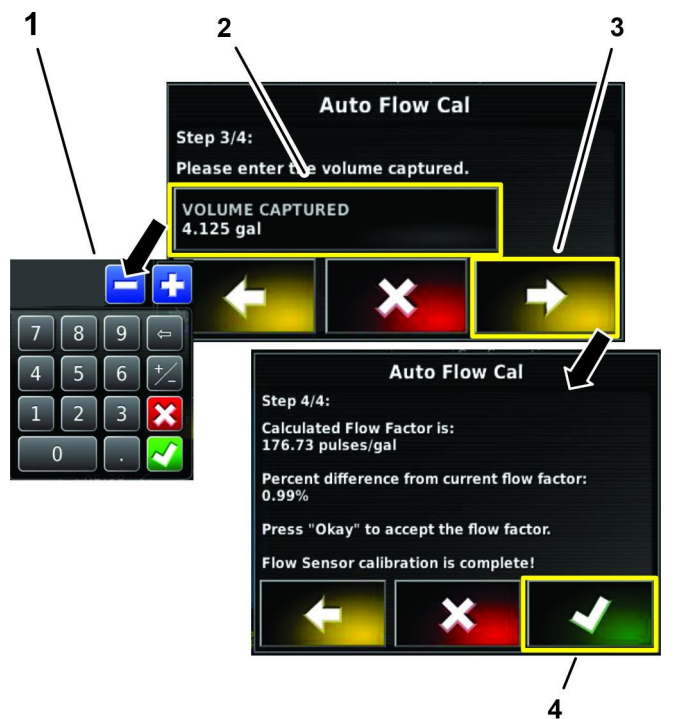

Bild 173
1. Tippen Sie in Schritt 3 von 4 im Assistenten für die automatische Durchflusskalibrierung das Symbol für das AUFFANGMENGE, geben Sie das Flüssigkeitsvolumen ein, das Sie im Schritt 4 von Berechnung des Volumens des 60-Sekunden-Sprühvorgangs \(Seite 71\) umgerechnet haben über die Bildschirmtastatur ein und tippen Sie auf das Bestätigen-Symbol. Bild 173
2. Tippen Sie auf das Weiter-Symbol (Bild 173).
3. Tippen Sie in Schritt 4 von 4 des Assistenten für die automatische Durchflusskalibrierung auf das Bestätigen-Symbol (Bild 173).